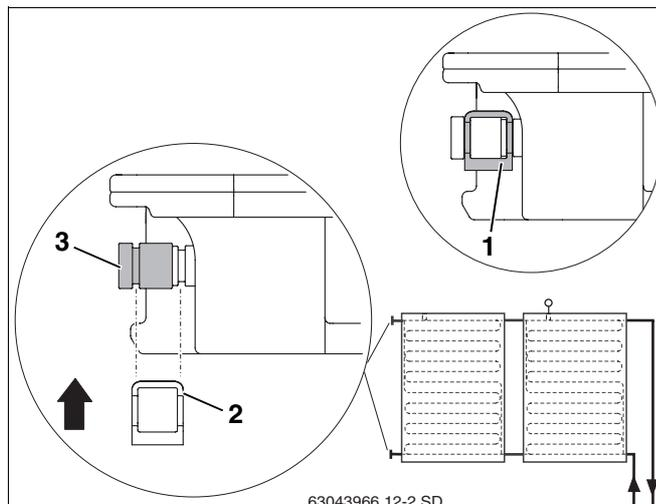

Fig. 20 Fissaggio del tappo di chiusura con la graffa
- Applicare il tappo di chiusura con i relativi o-ring (fig. 20, **pos. 3**) sull'attacco del collettore.
- Far scorrere la graffa (fig. 20, **pos. 2**), prevista per la messa in sicurezza dell'attacco, lungo il tappo di chiusura fino all'attacco del collettore.
- Fissare ciascun tappo di chiusura con una graffa (fig. 20, **pos. 1**).